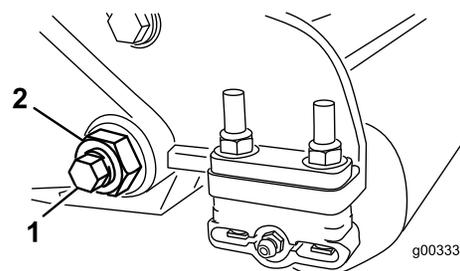
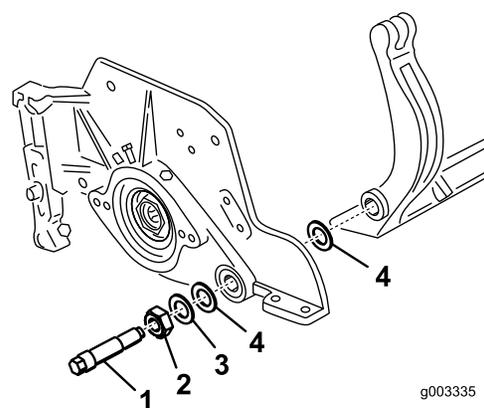

Figura 29
Figura 30
3. En cada lado de la máquina, afloje la contratuerca que fija el perno de la barra de asiento (Figura 29).
4. Retire cada perno de la barra de asiento, para poder tirar de la barra hacia abajo y retirarla de la máquina (Figura 29). Guarde las 2 arandelas de nylon y la arandela de acero troquelado de cada extremo de la barra de asiento (Figura 30).
2. Fije la barra de asiento a cada chapa lateral con los pernos de la barra (con tuercas en los pernos) y las 6 arandelas. Debe colocarse una arandela de nylon en cada lado del saliente de la chapa lateral. Coloque una arandela de acero por fuera de las arandelas de nylon exterior (Figura 30). Apriete los pernos de la barra de asiento a 27-36 N m.
9. Sujete la barra de asiento a cada chapa lateral con los pernos de la barra (con tuercas en los pernos) y las 6 arandelas. Debe colocarse una arandela de nylon en cada lado del saliente de la chapa lateral. Coloque una arandela de acero por fuera de cada arandela de nylon (Figura 32). Apriete los pernos de la barra de asiento a 37-45 N m. Apriete las contratuercas hasta que la arandela de acero exterior deje de girar, y la holgura quede eliminada, pero no apriete demasiado ni desvíe las chapas laterales. Las arandelas del interior pueden tener cierta holgura (Figura 30).